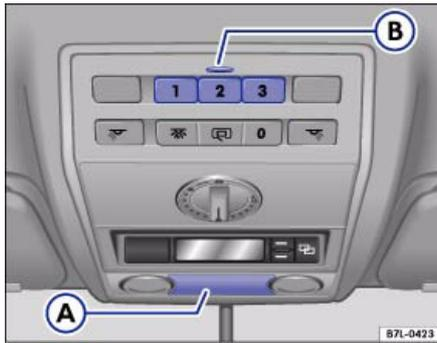

Abb. 41 Sendeeinheit **A**, Kontrollleuchte **B** sowie die Tasten **1**, **2** und **3** zum Programmieren und Bedienen der Fernbedienung
Sie können Funktionen von bis zu drei verschiedenen Funk-Fernbedienungen bestimmter Produkte (z. B. elektrische Antriebe für Außentor und Garagentor, Hausalarmanlage oder Beleuchtungsanlagen) auf die Tasten \Rightarrow **Abb. 41** **1**, **2** und **3** übertragen.
- Drücken Sie die Tasten \Rightarrow **Abb. 41** **1** und **3** nur solange, bis die Kontrollleuchte **B** zu blinken beginnt. Lassen Sie dann beide Tasten sofort los. Dadurch wird die Werkseinstellung gelöscht. Halten Sie die Tasten jedoch länger gedrückt, wird die Werkseinstellung wieder hergestellt. Sie müssen dann von vorne beginnen.
- Halten Sie die Funk-Fernbedienung des Produktes circa 0 bis 30 cm von der Sendeeinheit \Rightarrow **Abb. 41** **A** entfernt.
- Halten Sie die Funk-Fernbedienung circa 0 bis 30 cm von der Sendeeinheit \Rightarrow **Abb. 41** **A** entfernt.
- Spätestens 30 Sekunden nach Drücken der „Einstelltaste“ am Antriebsmotor müssen Sie die programmierte Taste ⇒ Seite 66, Abb. 41 ①, ② oder ③ gedrückt haben. Drücken Sie die gleiche Taste ein zweites Mal, um den Vorgang abzuschließen. Bei einigen Systemen jedoch müssen Sie sie ein drittes Mal drücken.
- Drücken Sie gleichzeitig die Tasten ⇒ Seite 66, Abb. 41 ① und ③, bis die Kontrollleuchte ⑥ im schnellen Takt blinkt. Lassen Sie dann die sofort Tasten los. Alle Programmierungen sind gelöscht.